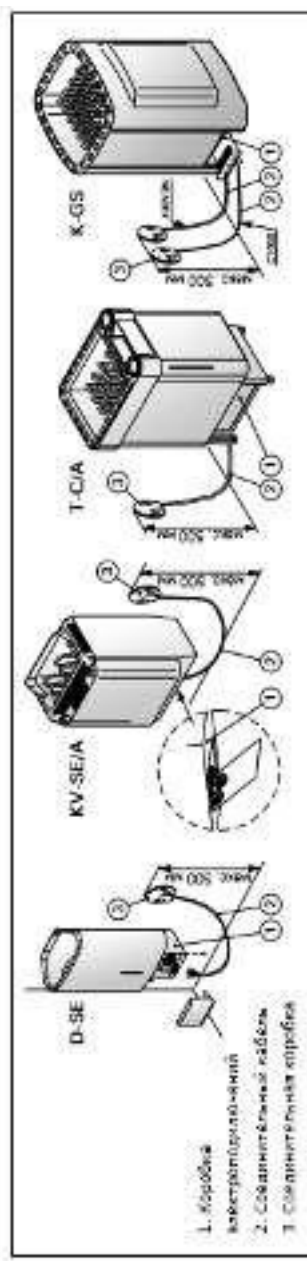

Рисунок 8. Установка картриджа
- Каменка гибким проводом подсоединяется к соединительной коробке (рис. 8: 3) на стене сауны. Соединительная коробка должна быть брызгозащищенной и находиться на расстоянии не выше 500 мм от пола.
- В качестве кабеля (рис. 8: 2) следует использовать резиновый кабель типа H07RN-F или подобный.